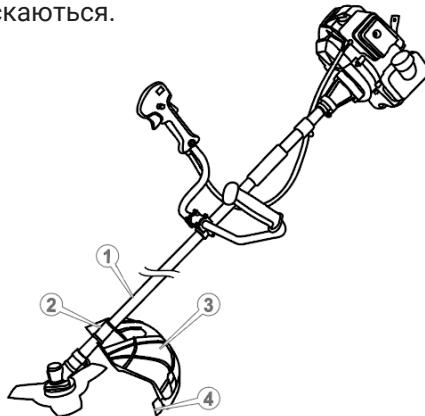

Рисунок 6. Схема встановлення захисного кожуха.
- встановити ніж (4, рис. 6) для обрізання жилки на захисний кожух (3, рис. 6) і надійно закрутити за допомогою фіксуючих кріплень;
- встановити захисний кожух (3, рис. 6) на «штангу» за допомогою комплекту кріплень так, щоб позиціонуючий отвір скоби (2, рис. 6) поєднався із відповідним отвором «штанги» (1, рис. 6), та зафіксувати гвинтами з комплекту. Переконатися в надійності кріплення захисного кожуха – прокручування не допускаються.
Жилка під час роботи зношується. Щоб замінити робочі кінці жилки – нахилити мотокосу у такий спосіб, щоб різальна головка злегка коротко-часно торкнулася корпусом поверхні землі, що призведе до виходу нової частини жилки, а зайва буде автоматично відрізана різальним ножем (4, рис. 6).